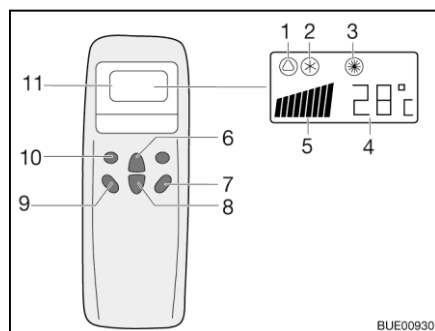
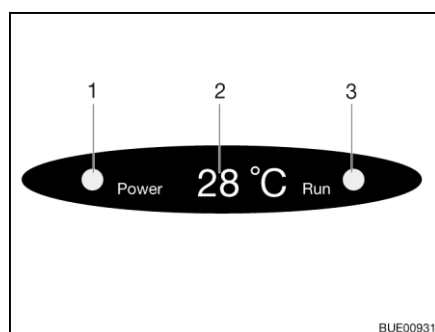

Fig. 238 Mando a distancia
Fig. 239 Indicación en el difusor
- Pulsar la tecla "ON/OFF" (Fig. 238,7).
- Pulsar la tecla "Mode" (Fig. 238,10) las veces que sean necesarias hasta que se visualice el modo de funcionamiento deseado (Fig. 238,1, 2 ó 3) en el display. La luz de control correspondiente en la indicación del difusor (Fig. 239,3) estará encendida.
- Ajustar la temperatura deseada con las teclas Aumentar temperatura (Fig. 238,6) o Reducir temperatura (Fig. 238,8).
- Seleccionar la etapa deseada del ventilador con la tecla Velocidad del ventilador (Fig. 238,9).